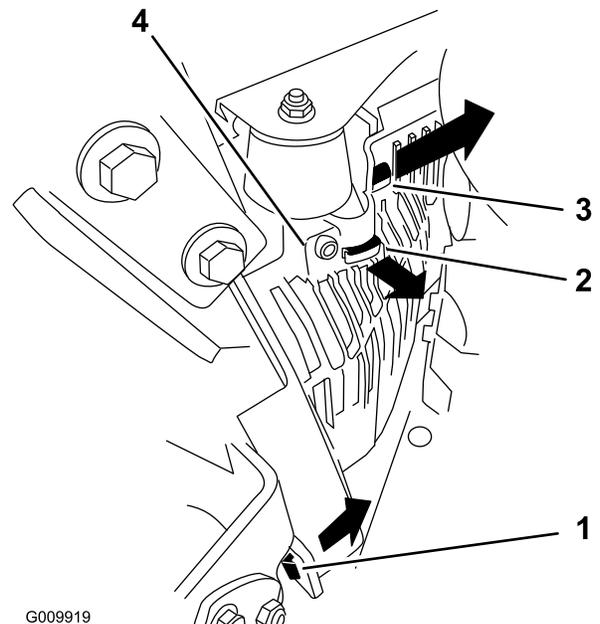

Figura 53
3. Retire la cubierta de la unidad hidráulica de la izquierda en el orden indicado en Figura 53.
5. Instale la cubierta de la unidad hidráulica izquierda (Figura 53).